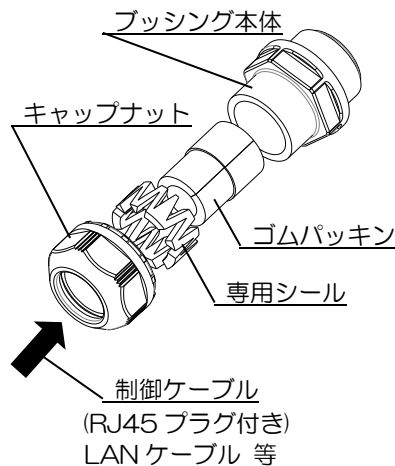

図 2-1 ブッシング分解図
- ①キャップナット・専用シール・ゴムパッキン・ブッシング本体の順にケーブルを通します（図 2-1 参照）。